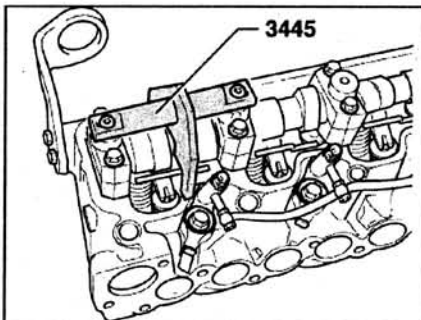

Рис. 2.56. Заблокируйте распределительный вал, установив блокировочное устройство 3445 на кулачки 4-го цилиндра.
14. Заблокируйте распределительный вал, установив блокировочное устройство 3445 на кулачки 4-го цилиндра (рис. 2.56).